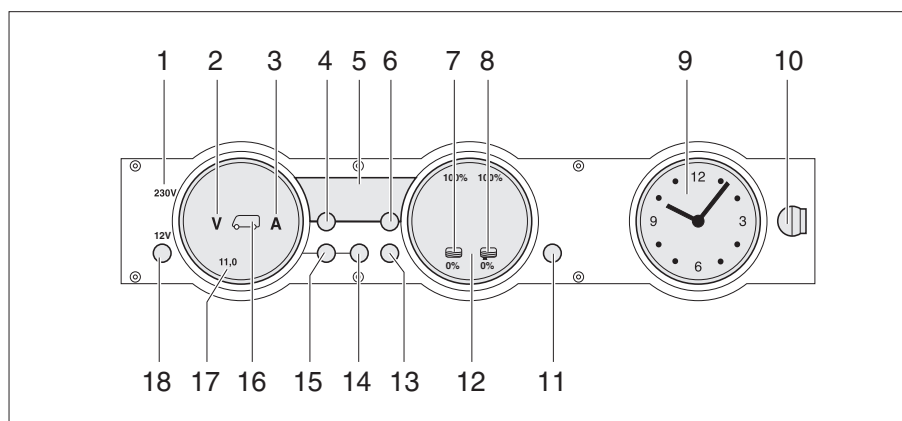

Fig. 170 Panneau de contrôle MP 20-T
Le voyant de contrôle 230 V (Fig. 170,1) s'allume si l'arrivée du bloc électrique est sous tension de réseau.
L'interrupteur principal 12 V (Fig. 170,18) établit ou coupe le panneau de contrôle et l'alimentation 12 V de la cellule.
- Appuyer brièvement sur la touche "12 V" (Fig. 170,18). L'alimentation 12 V de la cellule est assurée. L'indicateur de contrôle "12 V" s'allume.
- ▷ La tension de la batterie de cellule est trop faible quand les DEL "11,0" de l'affichage en Volt et le symbole Volt "V" (Fig. 170,2) clignotent dans l'indicateur des batteries (Fig. 170,17) après la mise sous tension. Charger la batterie.
- ▷ La coupure de batterie est active quand l'indicateur de contrôle "12 V", le symbole de la batterie de cellule (Fig. 170,16) et le symbole Volt "V" (Fig. 170,2) clignotent trois fois après la mise sous tension. Désactiver la coupure de batterie.
- Appuyer brièvement sur la touche "12 V" (Fig. 170,18). L'alimentation 12 V de la cellule est coupée. L'indicateur de contrôle "12 V" s'éteint.
- Appuyer sur la touche batterie de cellule (Fig. 170,14) et la maintenir enfoncée pendant 10 secondes environ. Les symboles Volt "V" (Fig. 170,2) et Ampères "A" (Fig. 170,3) clignotent trois fois. La batterie de cellule est coupée du réseau de bord de 12 V.
- Appuyer sur la touche "12 V" (Fig. 170,18) et la maintenir enfoncée pendant 5 secondes environ. Le symbole Volt "V" (Fig. 170,2) clignote trois fois. La batterie de cellule est branché au réseau de bord 12 V. L'indicateur de contrôle s'allume au bout d'env. 2 secondes.
- Appuyer sur la touche de la batterie de cellule "☰" (Fig. 170,14). Le symbole Volt "V" (Fig. 170,2) s'allume. Le symbole Ampères "A" est, suivant son niveau de charge, blanc ou rouge. La tension de la batterie et le courant de la batterie de cellule sont affichés au moyens de DEL à l'intérieur de l'indicateur.
- Appuyer sur la touche de la batterie de démarrage "☷" (Fig. 170,15). Le symbole Volt "V" (Fig. 170,2) s'allume. Des DEL à l'intérieur de l'indicateur indiquent la tension de la batterie de démarrage.
- Appuyer sur la touche réservoirs  (Fig. 170,13). Les symboles réservoir d'eau  (Fig. 170,7) et réservoir d'eaux usées  (Fig. 170,8) s'allument. Des DEL à l'intérieur de l'indicateur indiquent le niveau du réservoir d'eau (échelle de gauche) et celui du réservoir d'eaux usées (échelle de droite).
Le symboles Volt "V" (Fig. 170,2) et les DEL "11,0" clignotent dès que la tension de la batterie descend en dessous de 11 V (mesurée en marche) et qu'il y a risque de décharge profonde de la batterie.
Le symbole du réservoir d'eau  (Fig. 170,7) ou celui du réservoir d'eaux usées  (Fig. 170,8) clignote quand le réservoir d'eau est vide ou que le réservoir d'eaux usées est plein.